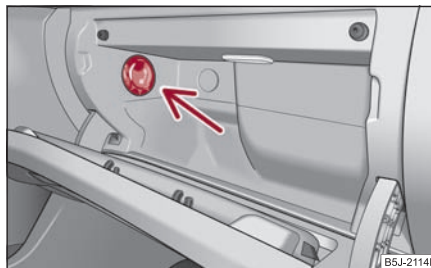

Fig. 108 Torpedoul: Răcirea
- Porniți, respectiv opriți răcirea de la întrerupătorul ⇒ fig. 108.